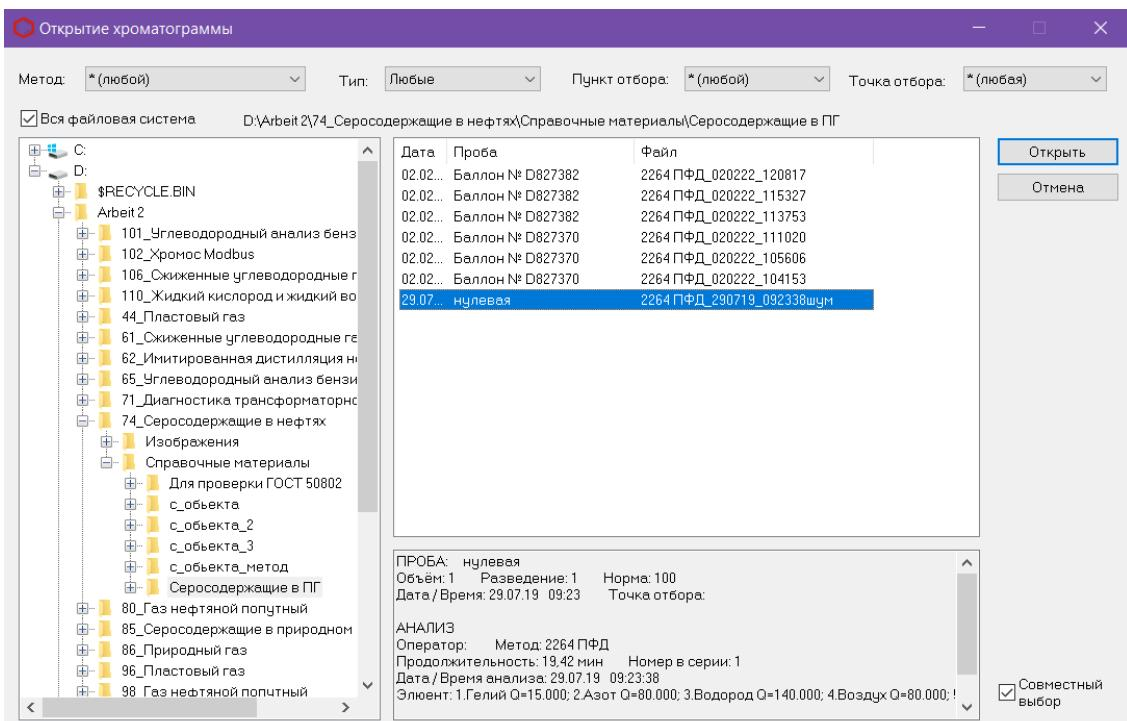

Рис. 7. Окно «Открытие хроматограммы»
- Нажмите **Добавить**. Откроется окно *Открытие хроматограммы* (Рис. 7).